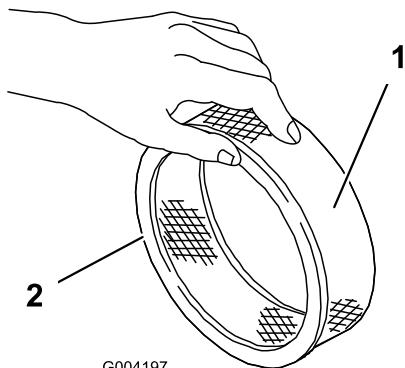

Figura 42
- Inspeccione el elemento de papel por si estuviera roto, tuviera una película aceitosa o la junta de goma estuviera dañada (Figura 42).
- Deslice cuidadosamente el prefiltro de gomaespuma sobre el elemento de papel (Figura 42).